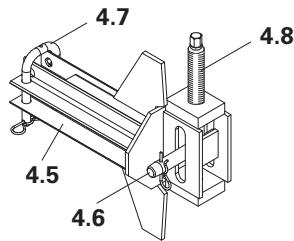

Fig. B2.13
2. Fixar o conector TRIO-CB (4.5) com grampos de gancho Ø 25 (4.7) aos bastidores dos painéis, ver Planos de Montagem. Distância ao centro = Afastamento entre consolas. Ao mudar a posição de montagem do parafuso de regulação (4.8), o conector TRIO-CB pode ser montado para a esquerda ou para a direita. (Fig. B2.13 + B2.13a)
3. Posicionar o perfil vertical CB (4) nos conectores. Comprimento projectado inferior: ver Planos de Montagem ou C1.